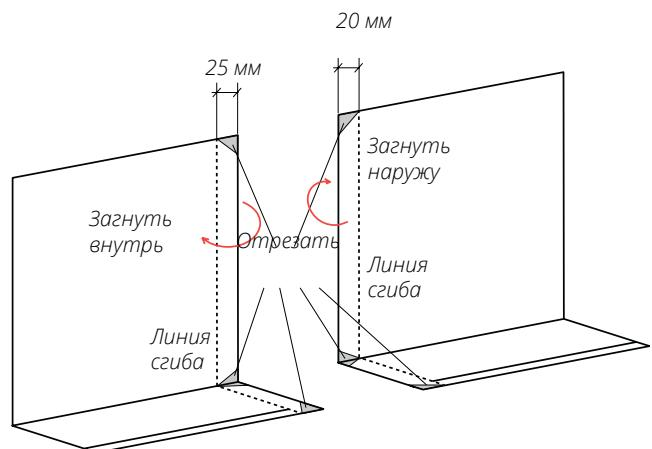

Рис. 20
- Более эстетичный вариант, позволяющий скрыть обрезную кромку – вариант с загибами на стыкающихся краях (рис. 20).